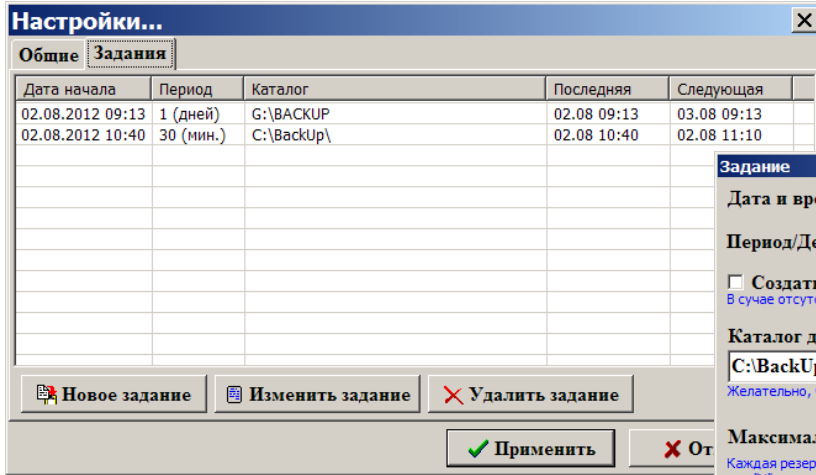

Рис. 56
1. Выполните двойной щелчок на  в правом нижнем углу экрана монитора. На экране появится окно «ПТК АЗС. Резервное копирование файлов», соответствующее рис.71а. В меню «Свойства\Настройки» откройте закладку «Задания». На экране появится окно, соответствующее рис.56. В этом окне отображаются все задания на автоматическое резервирование.